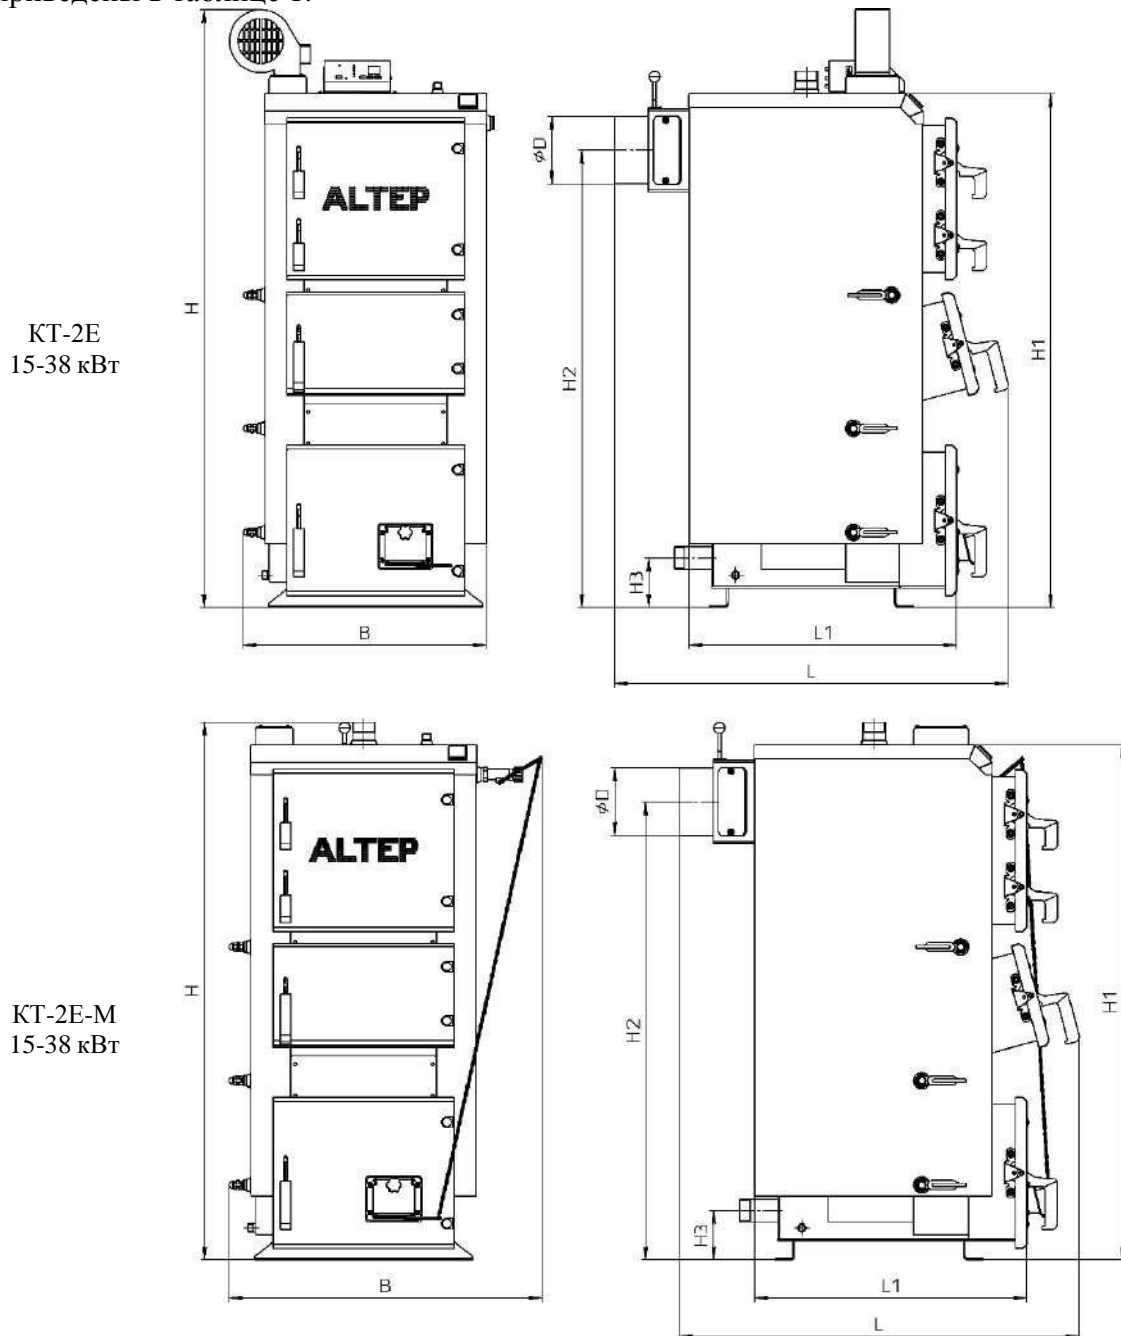

Рисунок 1 – Габаритный чертеж котла типа КТ-2Е (КТ-2Е-М)
Основные технические характеристики котлов типа КТ-2Е (КТ-2Е-М) (рисунок 1) приведены в таблице 1.
| Габаритные размеры котла (см. рис. 1) | В | мм | 565 (735) | 650 (820) | 640 (810) | 650 (820) | 650 (820) | 650 (820) |